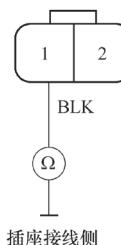

图 5-115 检查冷凝器风扇 2P 插接器的 1 号端子和车身搭铁之间的导通性
11) 如图 5-115 所示，检查冷凝器风扇 2P 插接器的 1 号端子和车身搭铁之间的导通性。如果导通，更换冷凝器风扇电动机；